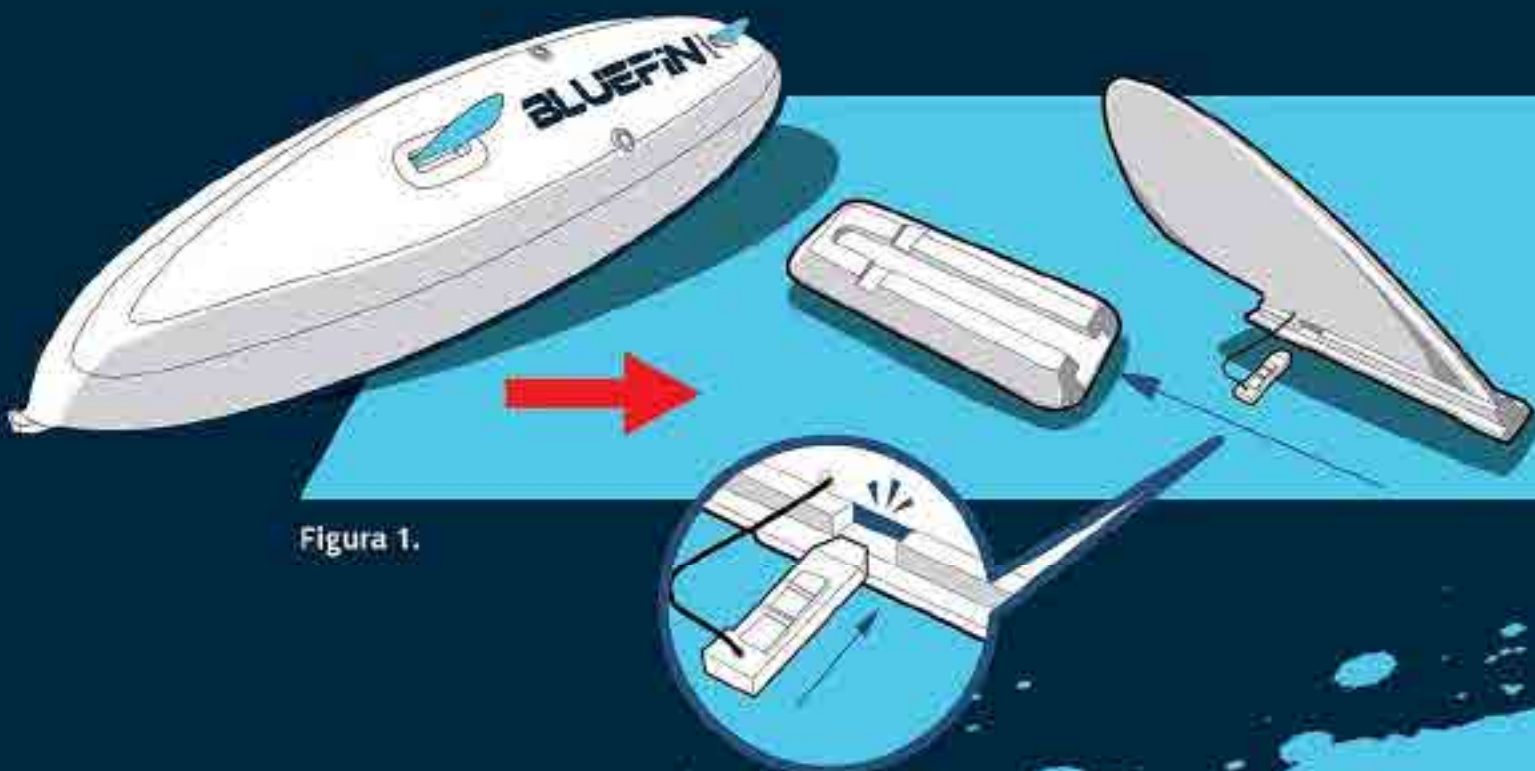

Figura 1.
- Włóż płetwę do szczeliny na płetwie poprzez końcowy otwór. **Figura 1.**